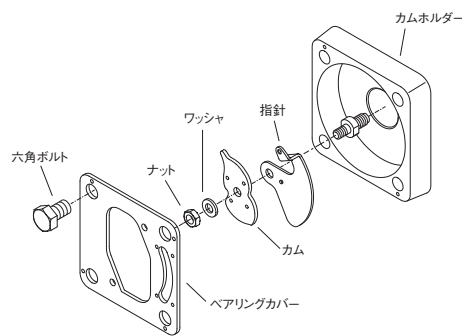
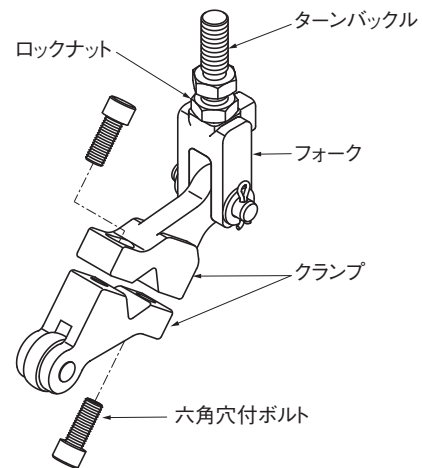

図 4-2
図 4-3
- (1) 「第5章 ポジショナ」を参照し、まずポジショナを操作器から分離します。
- (2) ポジショナを取り外したらナットを外してバルブシステム先端についているカムと指針を取り外します。(図4-2参照)(VPRポジショナの場合)
- (3) 逆作弁の場合はアクチュエータシステムに初期締め上げ分の力がかかっていますので、アクチュエータシステムとフォークのロックナットを緩めてから、アクチュエータシステムをねじ戻して力を解除します。(＊回り止めを平にして)
- (4) フォークとバルブシステムを連結しているクランプを六角穴付ボルトを緩めて分解します。(図4-3参照)
- (5) 弁本体とブラケットを止めているボルト4本を緩め操作器を弁本体から分離します。